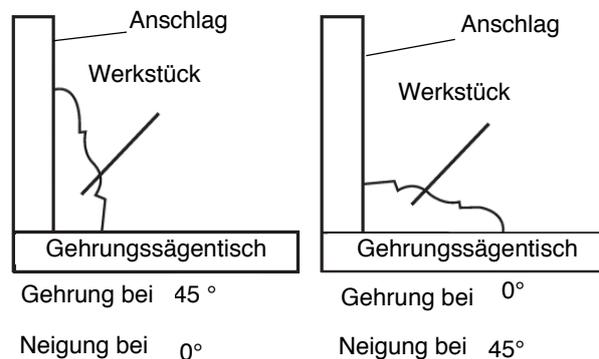

Abb. 42: Verbundschnitt
**Grundschnitt schneiden (Abb. 42)**